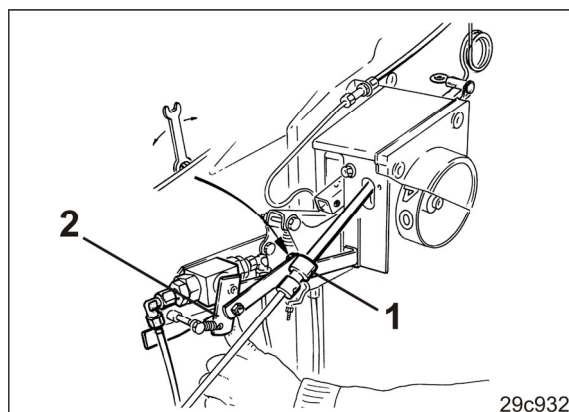

Fig. 233
2. Frigør stopringen (Fig. 233/1).
3. Tryk styreventilgrebet (Fig. 233/1) bagud.